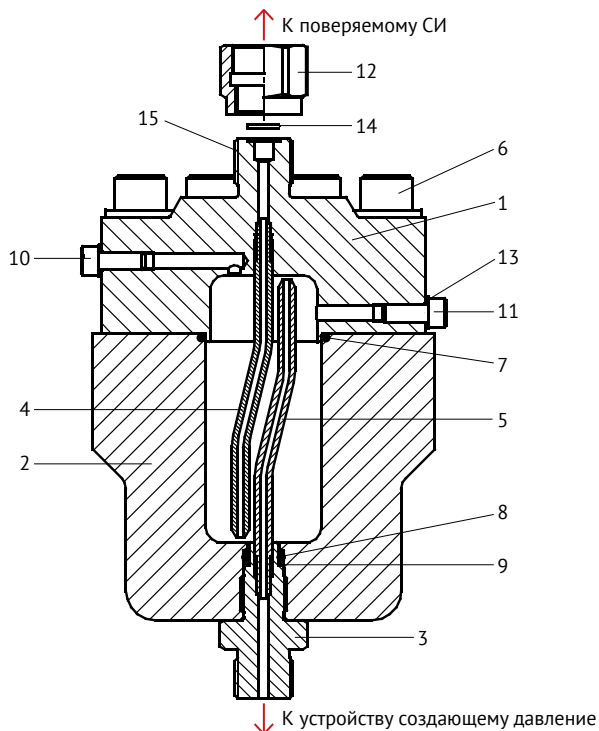

Рис. 1. Разделитель гидравлический безмембранный:
### 4.1 Внешний вид панели показан на Рис. 1.
4.2 Корпус РГБ состоит из верхней 1 (Рис. 1) и нижней 2 части. В обе части герметично вкручены трубки 4 и 5. В верхней части 1 расположены винты 10 и 11 для заполнения РГБ рабочими жидкостями. Для присоединения поверяемых СИ на верхней части имеется штуцер 15 с левой резьбой М20×1,5 на который накручивается (против часовой стрелки) присоединительная гайка 12. Для уплотнения присоединяемых СИ используется резинометаллическое уплотнение 14, которое